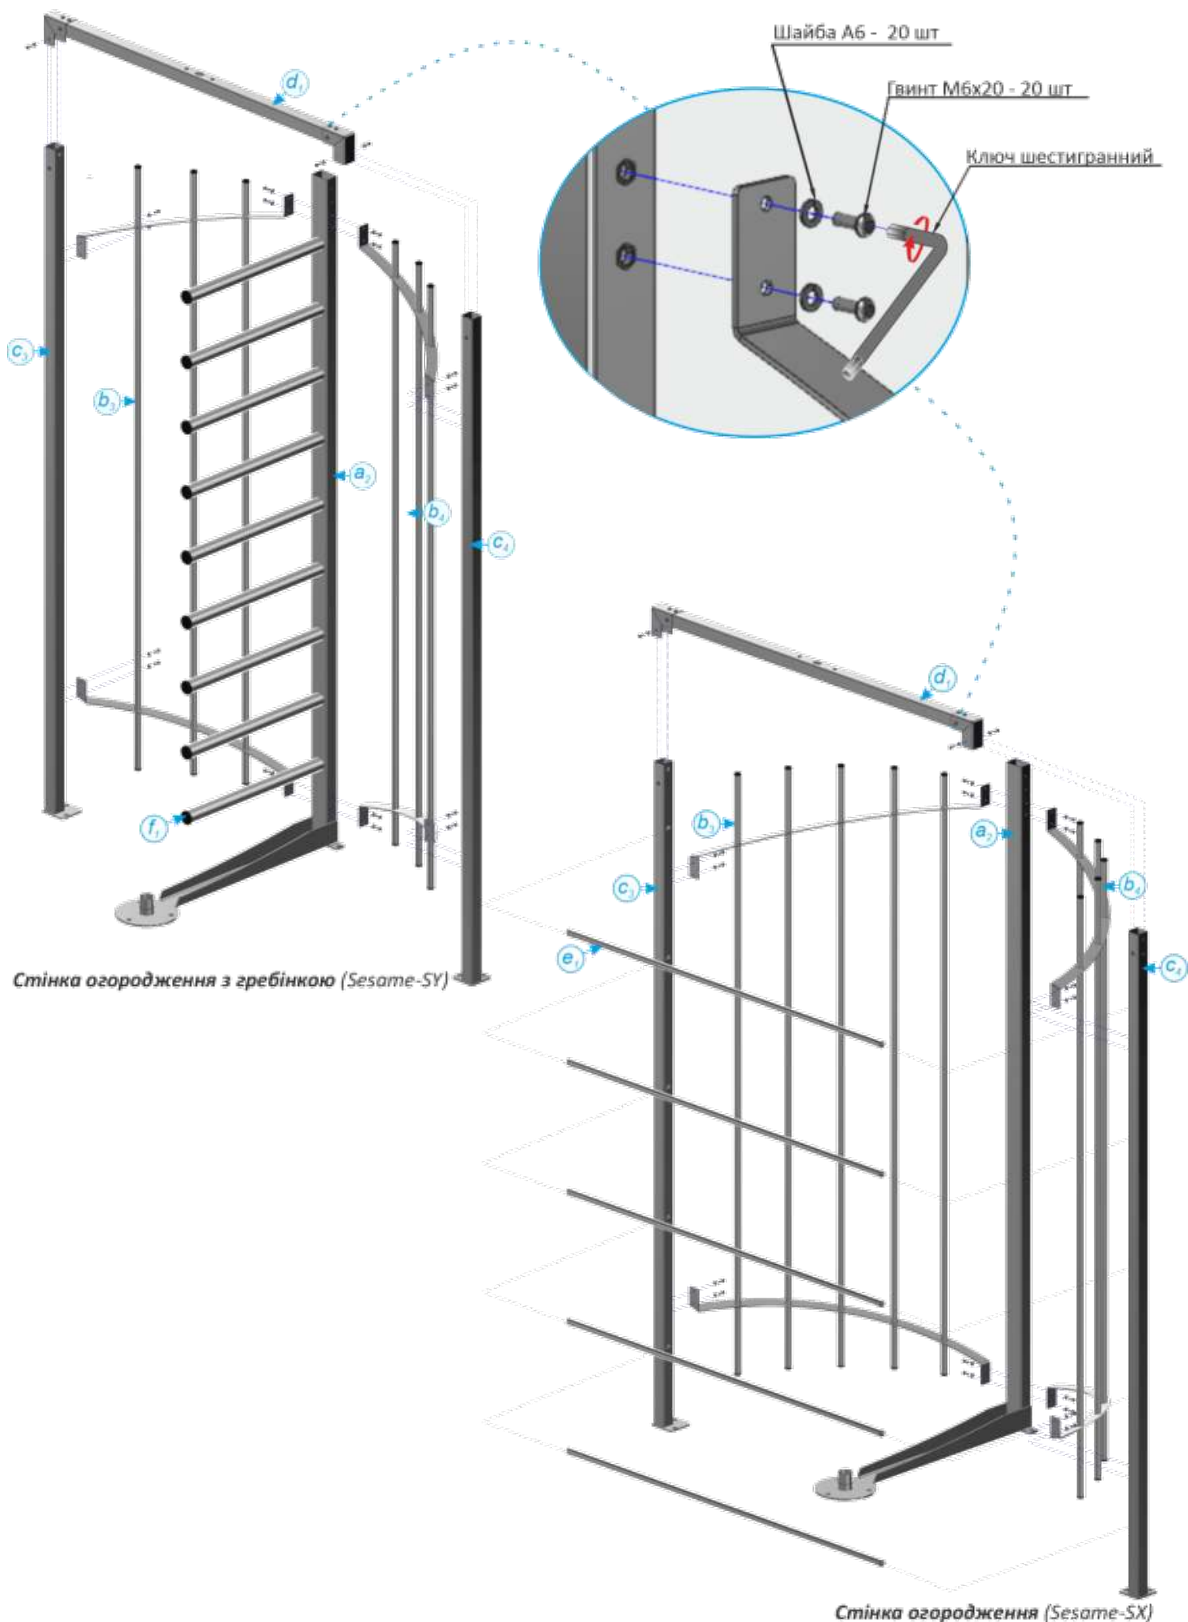

Рис.14 - Складання основних елементів стінки огороження для турнікетів Sesame-SY та Sesame-SX
2) Складання стінки огороження (Рис.14):